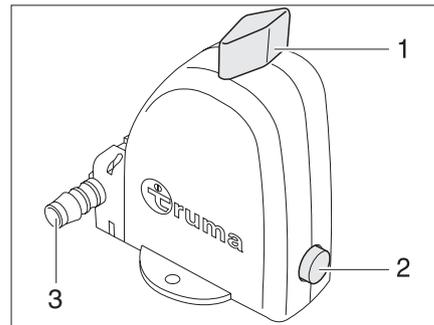

Fig. 84 Valve de sécurité et de vidange du chauffe-eau - Position de fonctionnement
Le chauffe-eau est équipé d'une valve de sécurité et de vidange (Fig. 84). La valve de sécurité et de vidange empêche que l'eau ne gèle dans le chauffe-eau lorsque le chauffage n'est pas allumé en cas de gel.
Veiller à ce que la tubulure d'évacuation (Fig. 84,3) de la valve de sécurité et de vidange ne soit jamais obturée (p.ex. par des feuilles, du gel).
- ▶ Tourner le bouton rotatif (Fig. 84,1) de 90° parallèlement à la valve de sécurité et de vidange.
Le bouton-poussoir (Fig. 84,2) ressort. Le chauffe-eau est vidé à l'extérieur via la tubulure d'évacuation (Fig. 84,3) de la valve de sécurité et de vidange.
- ▶ Tourner le bouton rotatif (Fig. 84,1) de 90° transversalement à la valve de sécurité et de vidange.
- ▶ Enfoncer le bouton-poussoir (Fig. 84,2).